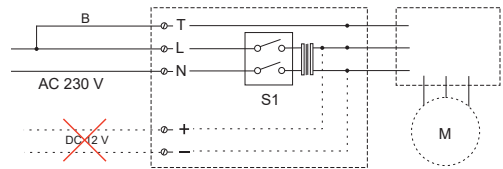

Abbildung 7: Pulsar Basic 230 V AC ohne Dauerlüftung
- Anschluss siehe Abbildung 7.